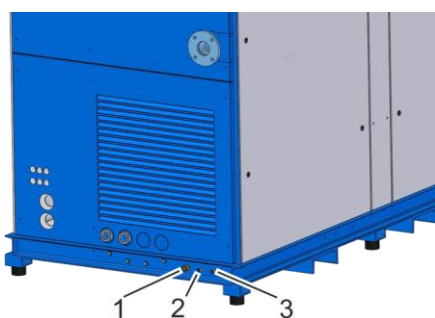

Рис. 29: Отвод конденсата
3. Подключите к штуцеру для отвода конденсата (Рис. 29/2) гибкие и водостойкие шланги.